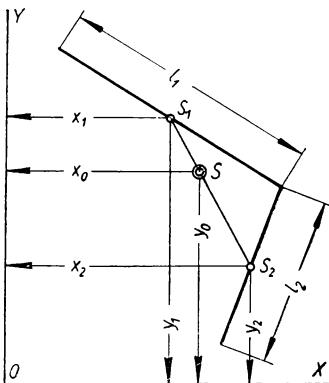

Bild 64
- 203.** Wie werden die Koordinaten x_0 und y_0 des Schwerpunkts S eines gebrochenen Linienzuges $l_1 l_2$ (Bild 64) berechnet?
Lösung: Die „materiellen“ Geraden l_1 und l_2 haben gleichmäßig verteilte Massen; daher liegen ihre Schwerpunkte S_1 und S_2 in ihren Mitten. Der Linienzug samt dem Achsenkreuze XOY werde in waagerechter Ebene liegend gedacht. Dann bilden die Gewichte G_1 und G_2 der Geraden, in S_1 und S_2 angreifend, zwei senkrechte Parallelkräfte, sind also in Bild 64 senkrecht zur Papierfläche gerichtet. Ihre Mittelkraft ($G_1 + G_2$) muß in die Ebene der beiden Einzelkräfte fallen, d. h., der Angriffspunkt S der Mittelkraft muß auf der Verbindungsgeraden $S_1 S_2$ liegen.